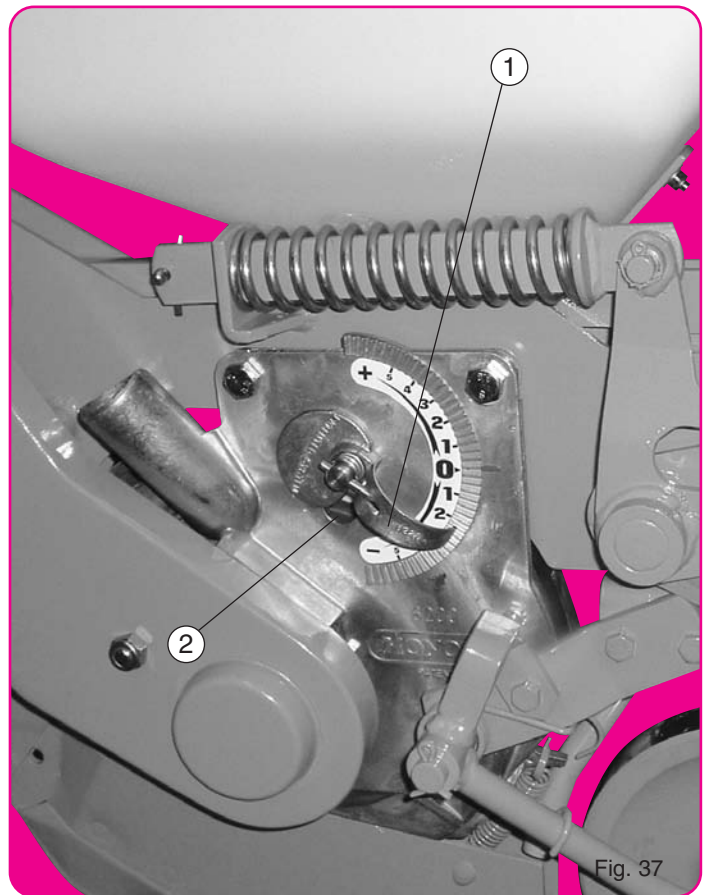

Fig. 37
L'index ① descendu vers le - (fig. 37) rapproche la plaque des trous, réduit l'aspiration (en ouvrant la prise d'air ②) ce qui provoque une tendance aux manques. Une fenêtre de contrôle sur le couvercle permet de s'assurer des résultats.
**Positions conseillées pour l'index ①**
When the indicator ① is positioned to - (fig. 37), it lowers the scraper over the holes, reducing the degree of suction (opening the size of the hole ②). This may cause skipping. A control window in the cover allows you to check the results.
**Recommended setting for indicator ①**
Wenn der Wahlhebel ① auf - (Abb. 37) gestellt wird, verkleinert der Abstreifer die Löcher in der Säscheibe. Gleichzeitig wird die Saugleistung (das Lüftungsloch wird geöffnet) verringert ②. Bei dieser Einstellung können Fehlbelegungen vorkommen. Im Sägehäusendeckel ist ein Fenster, durch das Sie die richtige Einstellung beobachten können.
**Empfohlene Einstellungen des Verstellhebels ①**